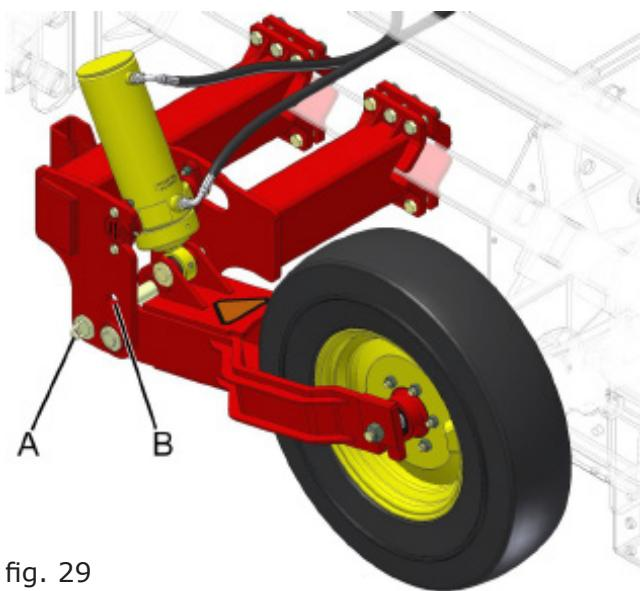

fig. 29
Retire o pino (A) (fig. 29) e acione o cilindro, suspendendo totalmente a semeadora.